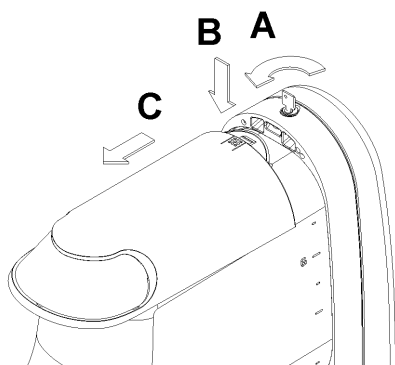

figura 9
Nel caso sia presente la serratura per la chiusura di sicurezza del coperchio, ruotare la chiave in senso antiorario per sbloccare il tasto di apertura (vedere figura 9).
- 3 Rimontare il rubinetto sul contenitore con sequenza inversa rispetto a quella di figura 9 e 10.